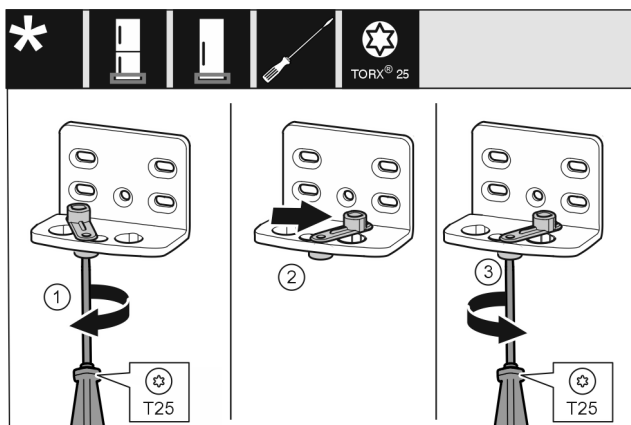

Fig. 17 *
- Visser sans serrer la vis Fig. 17 (1) avec un tournevis.*
- Soulever l'aide à la fermeture de la porte Fig. 17 (2) et la tourner à 90° vers la droite dans l'alésage.*
- Serrer la vis Fig. 17 (3) avec un tournevis.*